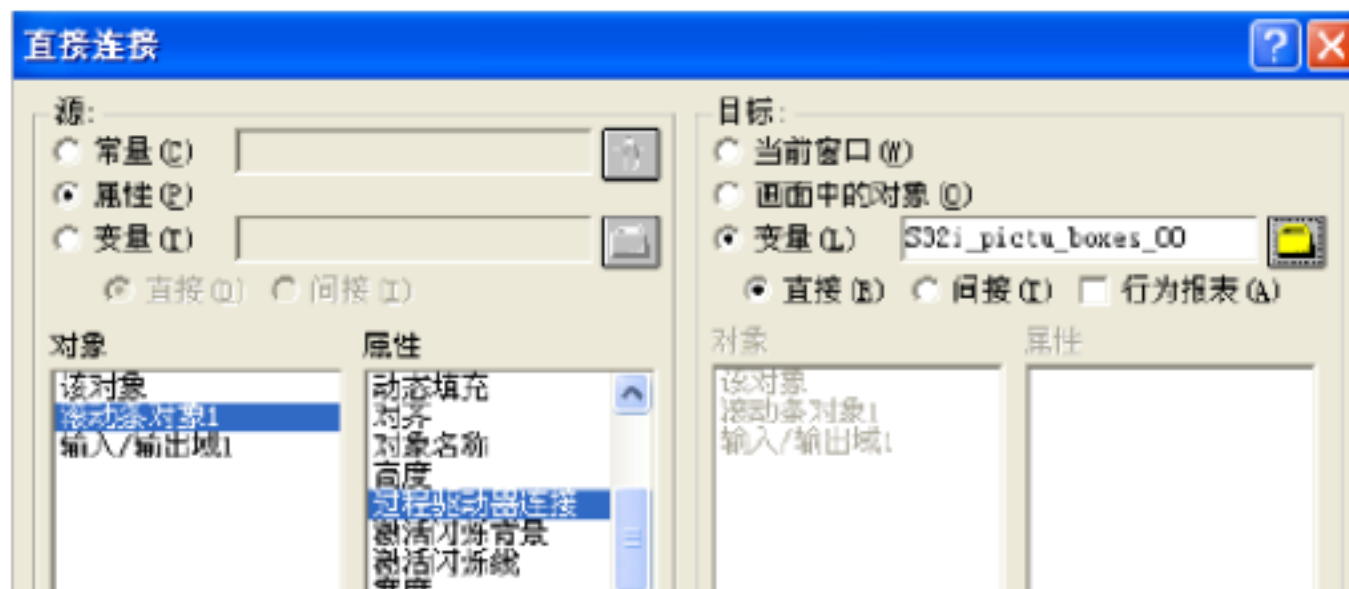

图3-6 “直接连接”对话框
5) 在同一画面中组态一个“滚动条”对象（选自“Window 对象”）。在滚动条对象的“对象属性”对话框的“事件”“属性主题”“其他”“过程驱动程序连接”处为滚动条对象创建一个直接连接。在如图 3-6 所示的“直接连接”对话框中将“源”“属性”“滚动条对象 1”“过程驱动程序连接”与“目标”“变量”“S32i_pictu_boxes_00”相连接。单击“确定”按钮完成设置。